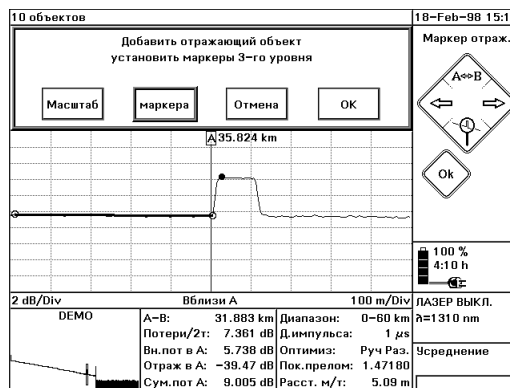

Рис. 37 Измерение коэффициента отражения: установка маркеров уровня
- 15 Если какой-либо из маркеров уровня задан неправильно, нажмите кнопку **ВВЕРХ** для возврата к шагу 8. Регрессивная кривая слева от маркера теперь совпадет с рефлектограммой. Маркер уровня справа от маркера должен быть на пике объекта (Рис. 37).